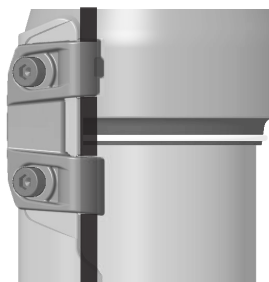
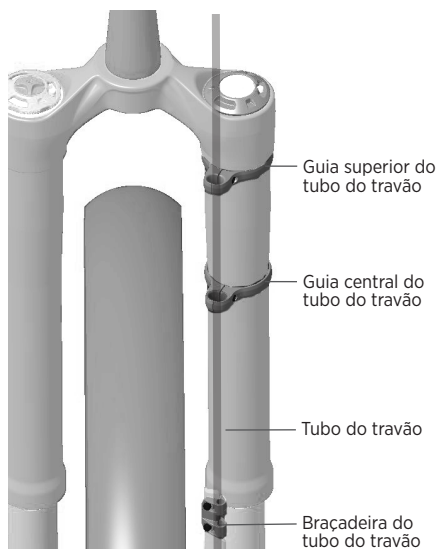

Figura 13: Instalação dos parafusos da braçadeira do tubo do travão
Figura 14: Vista completa da passagem do tubo do travão através das guias do tubo do travão e para dentro do mastro
2. Encaminhe o tubo do travão de disco dianteiro ou a caixa do cabo ao longo do interior do tubo inferior esquerdo. Depois, instale o tubo do travão na abertura da braçadeira do tubo do travão (Figura 13). Verifique se o tubo do travão tem um comprimento suficiente no interior para que o tubo superior não entre em contacto com o tubo do travão durante a compressão do garfo (Figura 14). Utilize uma chave hexagonal de 2,5 mm para instalar os dois parafusos da braçadeira do tubo do travão com folga, visto que serão necessários mais ajustes num passo posterior.